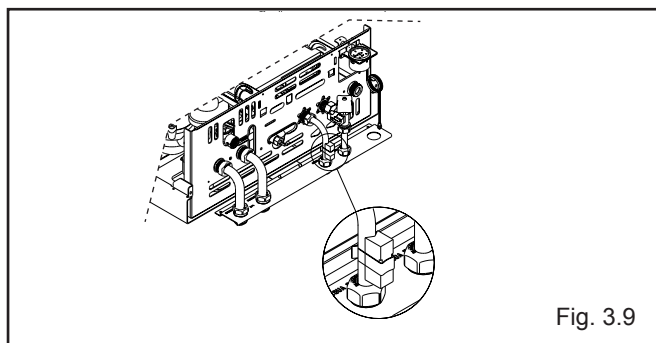

Fig. 3.9
- Collegare una resistenza alla rampa uscita sanitario fissandola con la molletta (fig. 3.9)